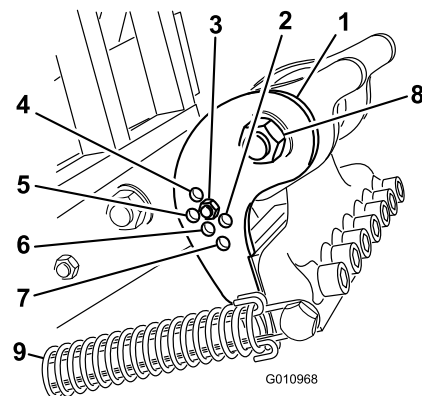

Bild 27
Stellen Sie die Neigungshalterung (Bild 27), abhängig von der Länge der verwendeten Zinken, auf die richtige Stellung ein. Sie stellen den Kopfanschlag auf eine von fünf festgelegten Stellungen ein, indem Sie das Loch wählen, durch das die Einstellstange geschraubt ist. Diese Löcher sind nur Voreinstellungen; beispielsweise können Sie ein gleichmäßigeres Finish erhalten (abhängig von der Anwendung) wenn Sie eine 25,4 cm lange Zinke in der 30,5-cm-Stellung verwenden.
3. Lösen Sie die Federspannung am Zinkenkopf (Bild 27).
4. Entfernen Sie die Mutter und Schraube in den Einstelllöchern der Neigungshalterung (Bild 27).
5. Lösen Sie die Drehschraube am Zinkenkopf (Bild 27).